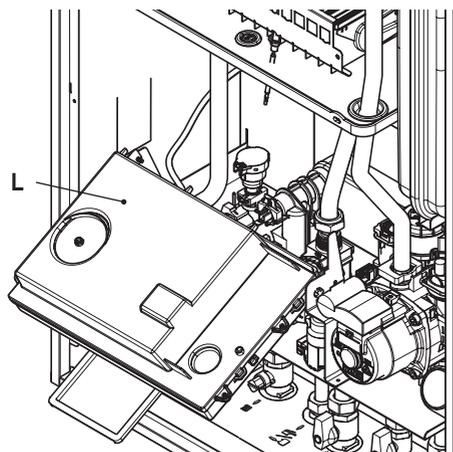

Figura 5.18
- Individuare il coperchio copri morsettiera L (Figura 5.18) sganciarlo dai fissaggi ad incastro e rimuoverlo.